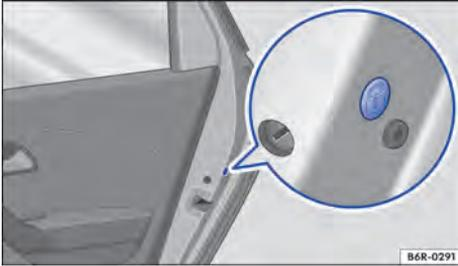

Fig. 48 Debajo de los tapones de goma 🚫: bloqueo de emergencia.
- Retire la tapa de goma de la puerta. La tapa está señalizada con un candado 🚫 → Fig. 48.